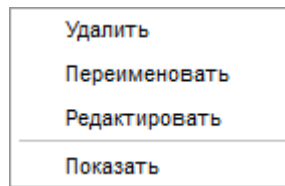

Рис. 217
18.8.4.3. Объекты раздела «Сигнал» имеют контекстное меню (рис. 217).